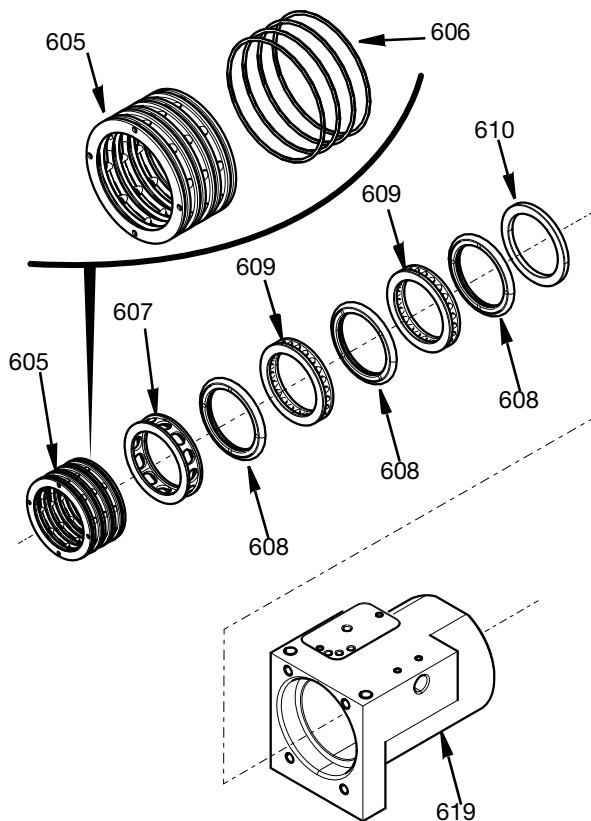

FIG. 22
2. Inserte con cuidado y en ángulo recto todas las piezas en el alojamiento de pieza giratoria como se observa en la FIG. 22. Las juntas tóricas (606) deben montarse en el anillo del distribuidor de aire (605) antes de insertarse en la cavidad del alojamiento de la pieza giratoria. Asegúrese de que todas las juntas estancas y la cavidad del alojamiento de la pieza giratoria estén ligeramente lubricados antes del montaje. Consulte la FIG. 22.